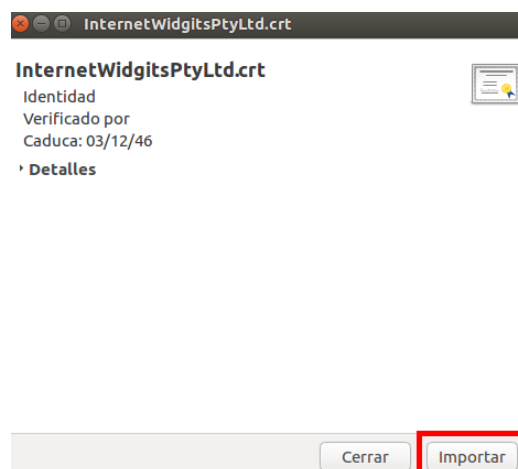

Fig. 14. Ventana "Importar..."
- Guardar y descargar el archivo donde se desee y ejecutarlo. Se mostrará una pantalla como la que se muestra en la imagen de la Fig. 14. Hacer clic en "Importar...".